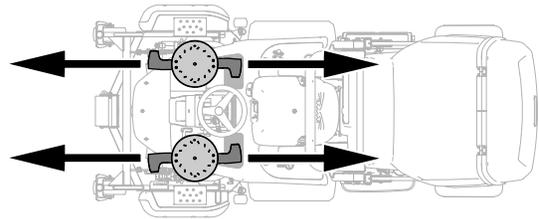

**Bild 124**
1. Stellen Sie die Schnitthöhe auf 75 mm ein (Bild 124).